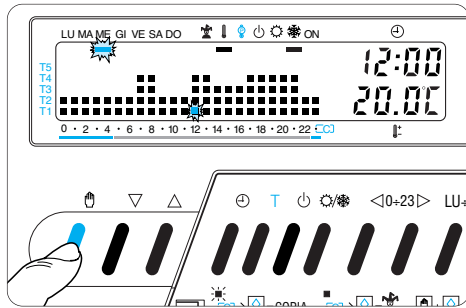

Fig. 40
10.6 - Terminata la programmazione, per ritornare immediatamente al giorno e all'ora in corso, premere due volte il pulsante ☼ (fig. 40); in ogni caso, questo avviene automaticamente dopo 10